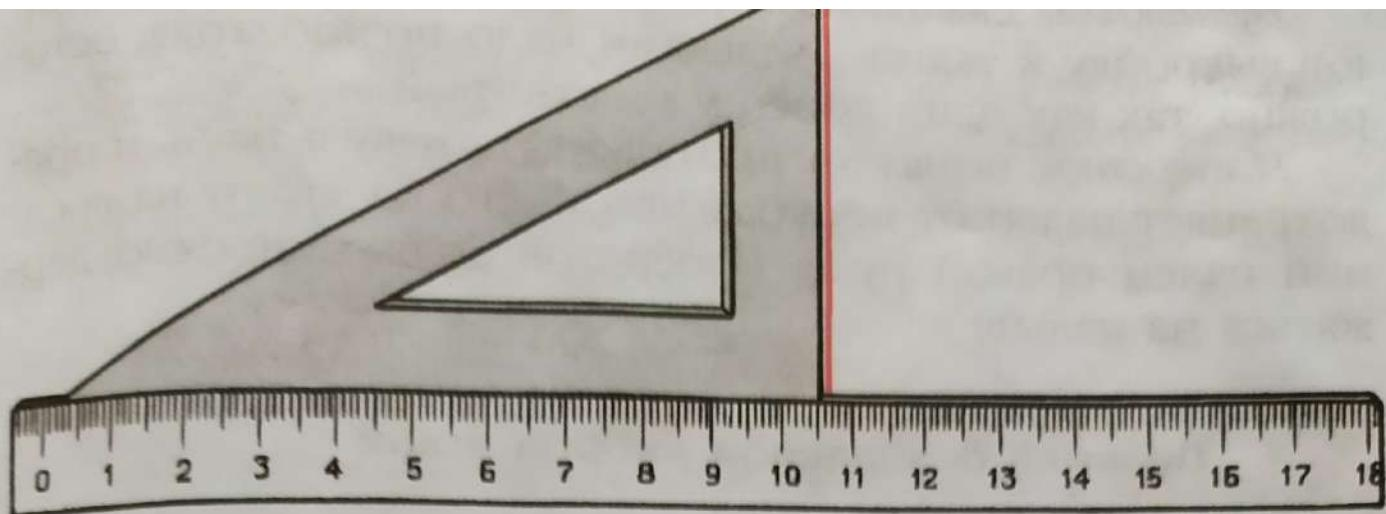

Рисунок 4. Построение прямого угла с помощью линейки и угольника
*Линейку* и *угольник* применяют для построения чертежей (рисунок 4).